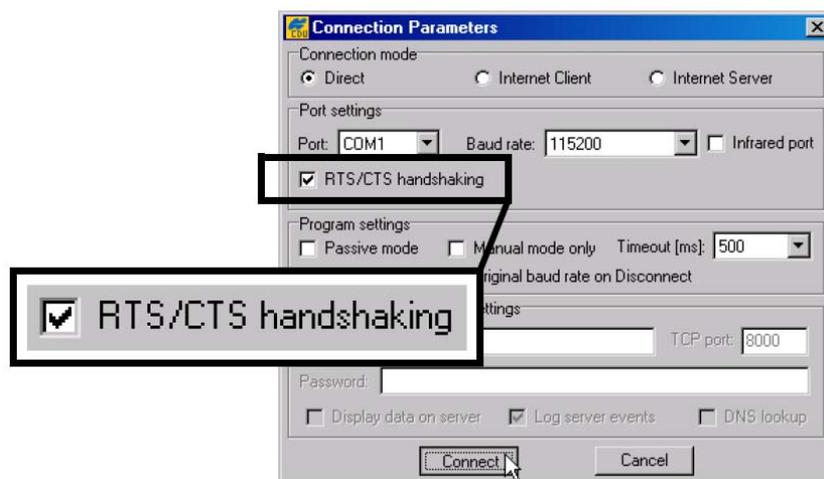

Рисунок 4-1. Диалоговое окно Connection Parameters – флажок RTS/CTS handshaking
2. В диалоговом окне **Connection Parameters (Параметры интерфейсов)** выставьте флажок **RTS/CTS handshaking (квитирование сигналами RTS/CTS)** (см. рисунок 4-1 на странице 4-2).